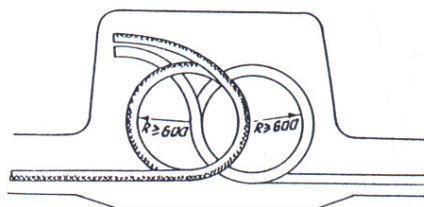

Рис. 1. Выкладка концов кабеля для монтажа в тупиковых муфтах.
3.1. При соединении кабелей в тупиковых муфтах концы обоих кабелей выкладываются кольцами на дне котлована так, чтобы их внутренние радиусы были не менее 600 мм (рис. 1). Ножовкой обрезаются лишние длины кабелей. Концы кабелей на длине 400 – 500 мм очищаются от пыли и грязи ветошью, смоченной в бензине.